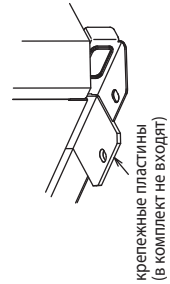

Рис. 3 (без съёмной опоры)
- Если болты крепления закручиваются после установки блока на основание, то используйте крепежные пластины (в комплект не входят). См. рис. 3 и 4.